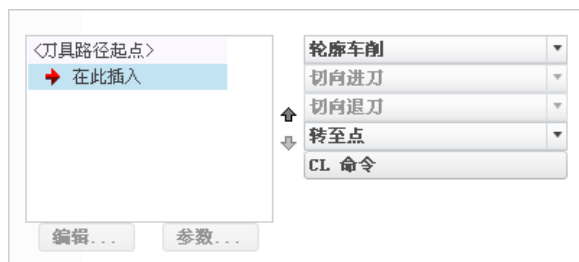

图 5.2.4 “刀具运动”设置界面
Step5. 在“轮廓车削”操控板中单击 **刀具运动** 按钮，在弹出的“刀具运动”设置界面中单击 **轮廓车削** 按钮（图 5.2.4）。